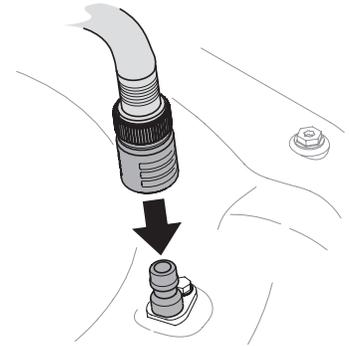

Figure 4-2
3. Fixez le tuyau d'arrosage avec l'embout du gicleur situé sur le plateau de coupe. Voir Figure 4-2.